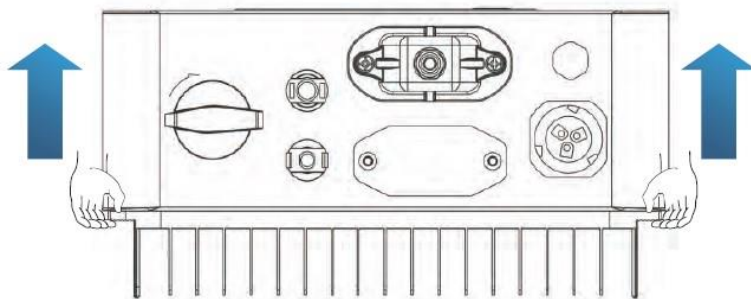

Рисунок 3-4 Перемещение инвертора (2)
**Шаг 1** Откройте упаковку, вставьте руки в отверстия с обеих сторон инвертора и возьмите за ручки, как показано на рис. 3-3 и рис. 3-4.